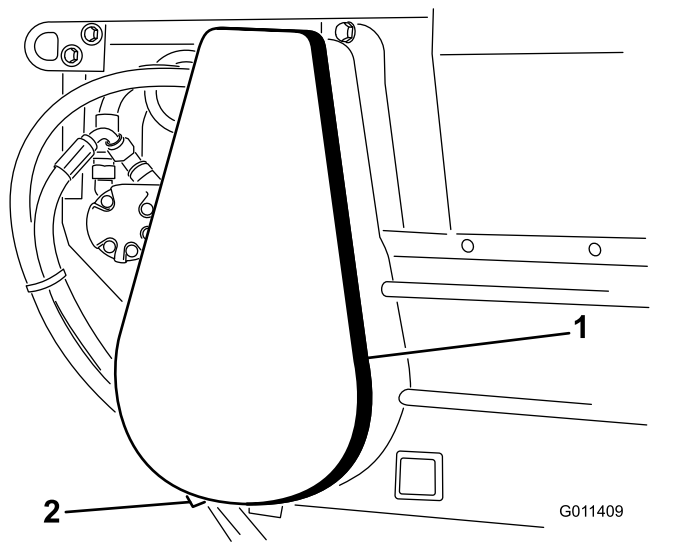

図 29
1. チェーンカバー・アセンブリとスペーサを取り外す 図 29。